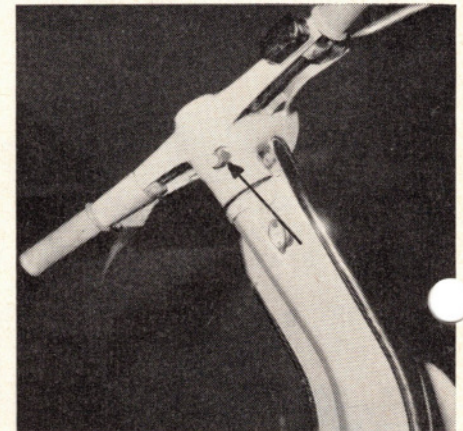

Bild 8: Spannschraube am Lenkerhals.
3. Spannschraube (s. Bild 8) am Lenkerhals lösen und herausnehmen.